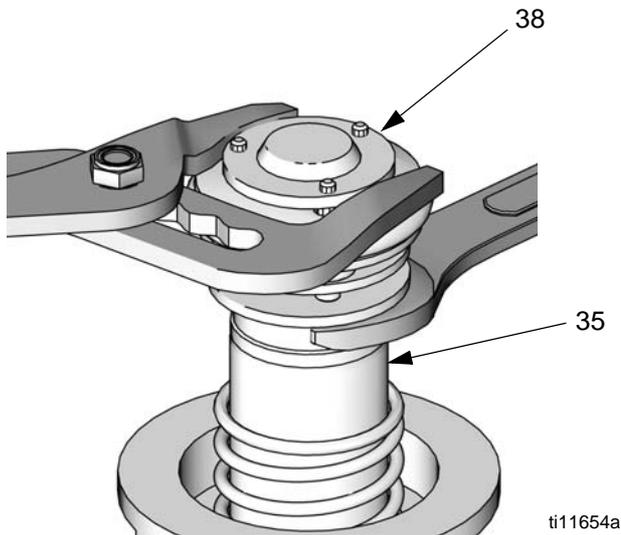
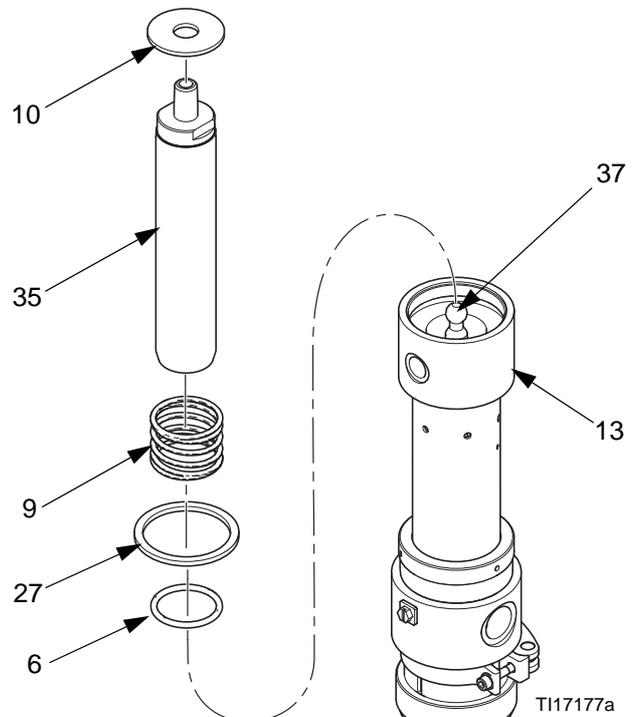

FIG. 11
FIG. 13
- Verwenden Sie an der oberen Platte des Luftventilkolbens (38) eine Zange und einen Schraubenschlüssel an der Kolbenstange (35), um den Luftventilkolben von der Kolbenstange abzuschrauben. Siehe FIG. 11.
- Die Scheibe (10), die untere Feder (27) und die Dichtung (9) entfernen. Auf Verschleiß und Beschädigungen untersuchen und nach Bedarf austauschen. Siehe FIG. 13.
- Den O-Ring (6) wieder einsetzen. Die Kolbenstange (35) wieder mit der Pumpenverbindungsstange (37) verbinden. Siehe FIG. 13.
- Die Dichtung (11), die Feder (9) und die Scheibe (10) wieder einbauen. Den Kolben (38) wieder zusammensetzen. Auf das Gewinde der Kolbenstange (35) Gewindedichtmittel aufgeben und den Kolben (38) vorsichtig auf die Stange schrauben. Siehe FIG. 11 und FIG. 13.